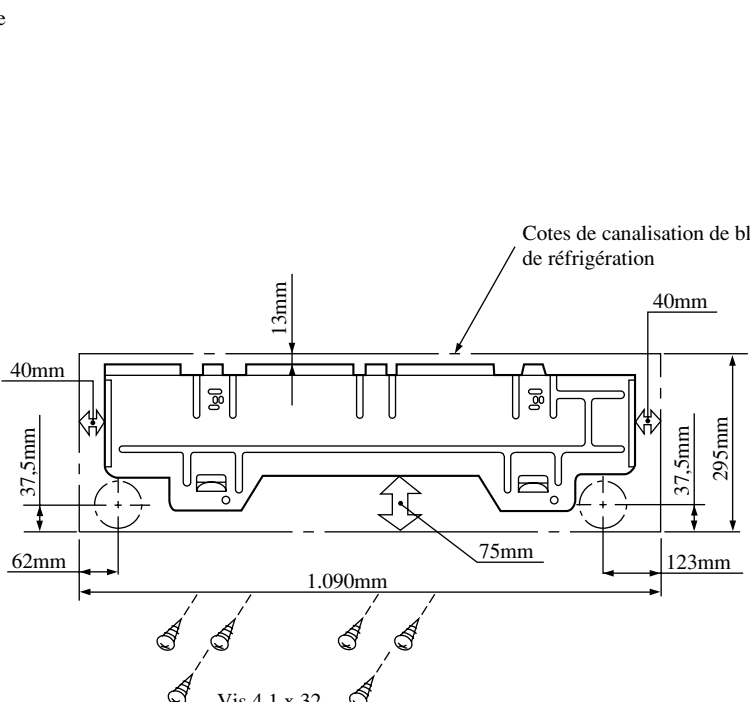

Fig. 3-3
3.1 Faire un trou dans le mur de la pièce comme qu'indiqué sur la figures 3-3 et 3-4, pour assurer un bon écoulement de l'eau de condensation.
- (3) Fixer le support au mur horizontalement avec des vis 4,1 x 32 mm No② (Voir figure 3-3).